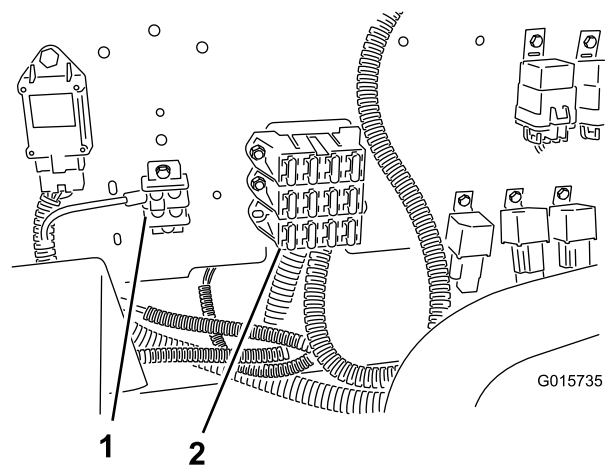

Figura 20
4. Localice el bloque de fusibles existente de la máquina, e instale el bloque de fusibles conectado al arnés de cables, sujetándolo al fondo del bloque de fusibles que está encima (Figura 20).
5. Sujete el terminal de tierra del arnés de cables al bloque de terminales de tierra (Figura 20).